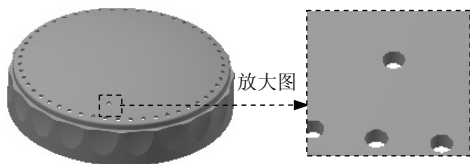
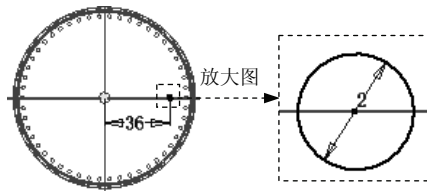

图 7.13 拉伸 2
图 7.14 截面草图
(1) 选择命令。在 **阵列** 区域中单击  按钮。
(2) 选择要阵列的特征。在图形区中选取拉伸特征 1 (或在浏览器中选择“拉伸 1”特征)。
(3) 定义阵列参数。
① 定义阵列轴。在“环形阵列”对话框中单击  按钮, 然后在浏览器中选取“Y 轴”为环形阵列轴。
② 定义阵列实例数。在 **放置** 区域的  按钮后的文本框中输入数值 50。
③ 定义阵列角度。在 **放置** 区域的  按钮后的文本框中输入数值 360.0。
(4) 单击 **确定** 按钮, 完成环形阵列的创建。
Step 12 创建图 7.13 所示的拉伸特征 2。
(1) 选择命令。在 **创建** 区域中单击  按钮, 系统弹出“创建拉伸”对话框。
(2) 定义特征的截面草图。单击“创建拉伸”对话框中的 **创建二维草图** 按钮, 选取 XZ 平面作为草图平面, 进入草绘环境。绘制图 7.14 所示的截面草图, 单击  按钮。